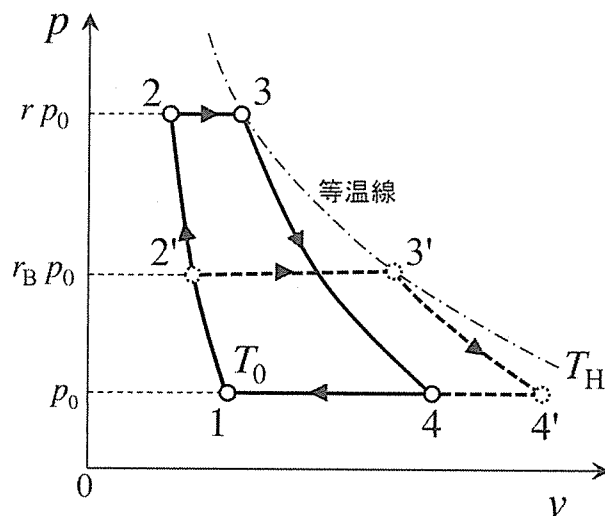

図 2 理想気体の $p-v$ 線図 (開いた系の二つのサイクル)
II. 図 2 に示す単純開放型ガスタービンサイクル (ブレイトンサイクル) について以下の問いに答えよ. なお, 図中の v , r はそれぞれ比体積 [m^3/kg], 圧力比 ($r > 1$) を表す. また, 作動流体は理想気体であり, 開いた系 (運動エネルギーと位置エネルギーが無視できる定常流動系) として解析せよ.
- (1) 圧力比 r のサイクル A ($1 \rightarrow 2 \rightarrow 3 \rightarrow 4 \rightarrow 1$) において, 点 1 と点 3 の温度 T_1 , T_3 をそれぞれ T_0 , T_H とする. このとき, T_2 , T_4 を T_0 , T_H , r , κ で表せ (これらのなかから必要な記号を用いて解答せよ. 以下同様).
- (2) サイクル A において, 作動流体 1 kg あたりの圧縮機での仕事を l_C [J/kg], タービンでの仕事を l_T [J/kg] とするとき, サイクル A の仕事 $l_A = l_C + l_T$ を c_v , c_p , T_0 , T_H , r , κ で表せ.
- (3) 図 2 に示すように, 圧力比 r_B ($r_B > 1$) のサイクル B ($1 \rightarrow 2' \rightarrow 3' \rightarrow 4' \rightarrow 1$) があり, T_3' を T_H とする. サイクル B の仕事 l_B がサイクル A の仕事と同じ値 ($l_B = l_A$) になるとき, 圧力比 r_B を T_0 , T_H , r , κ で表せ.